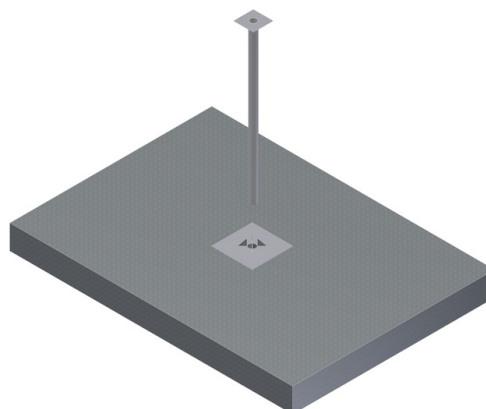

Figur 5
- Gör hål i betong "taket". Det rostfria stativröret har diameter 88,9 mm, figur 5.